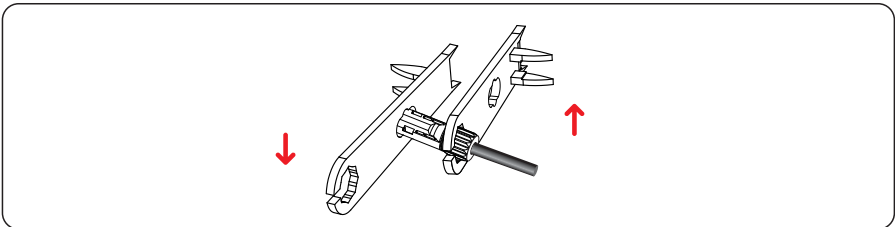

Figura 5.13 Conector de trava
Passo 4 Aperte as porcas de travamento nos conectores positivo e negativo usando uma chave de remoção, conforme mostrado na Figura 5.13